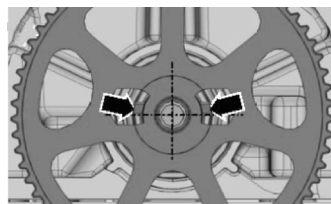

图 1-136 进气凸轮轴凹槽
13) 对于进气凸轮轴, 凹槽 (箭头处) 在凸轮轴十字虚线上方如图 1-136 所示, 提示: 凸轮轴有一对对称分布的凹槽和一对不对称分布的凹槽。在“上止点”位置处, 不对称分布的凹槽必须在水平中线上方。